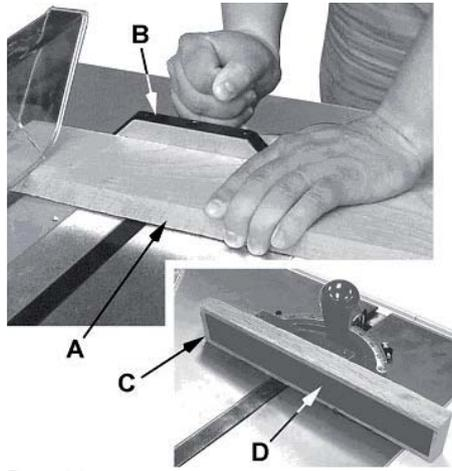

Рис. 32
- Поперечний розпил – це розпил, під час якого оброблювана деталь (А, Рис. 32) подається поперек пиляльного диску за допомогою інструменту для розпилу під кутом (В, Рис. 32) для підтримки та правильного розташування деталі.
- Для покращення ефективності інструменту для розпилу під кутом в операції поперечного розпилу, закріпіть допоміжну дерев'яну заготовку (С, Рис. 32) з приклеєною стрічкою шліфувального паперу (D, Рис. 32) до кутового вимірювача.